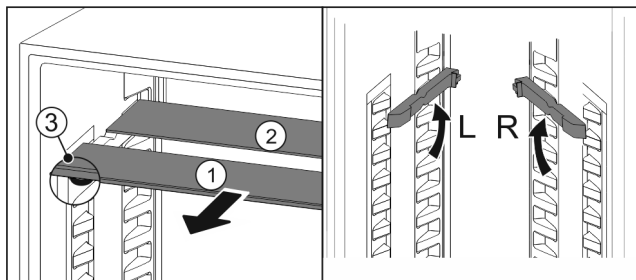

Fig. 53
- ▶ Vedä lasilevyt yksittäin etukautta ulos Fig. 53 (1).
- ▷ Koristelustalla varustettu lasilevy Fig. 53 (1) on edessä.
- ▷ Pysäyttimet Fig. 53 (3) osoittavat alaspäin.